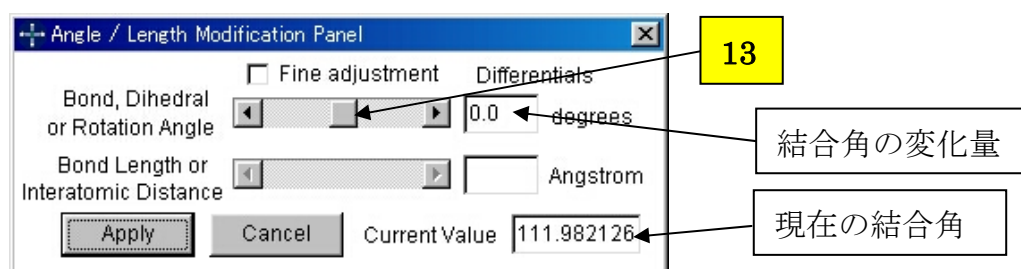

Figure 4-9
- (3) コントロールパネル Figure 4-9 が現われるので、スライドボックス 13 をドラッグして結合角を調整する。